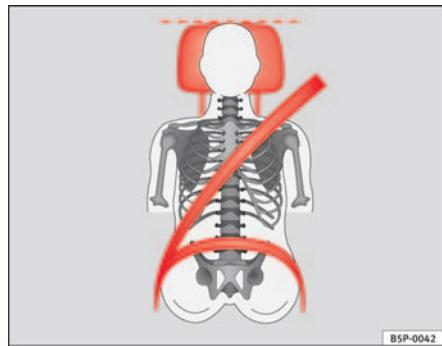
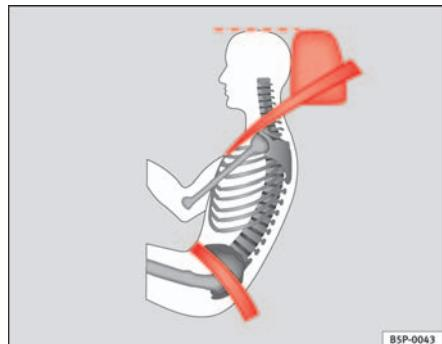

Fig. 3 Apoyacabezas
Fig. 4 Apoyacabezas
- Ajuste el apoyacabezas de modo que el borde superior quede, en la medida de lo posible, a la altura de la parte superior de la cabeza, como mínimo a la altura de los ojos. ⇒ fig. 3 y ⇒ fig. 4.